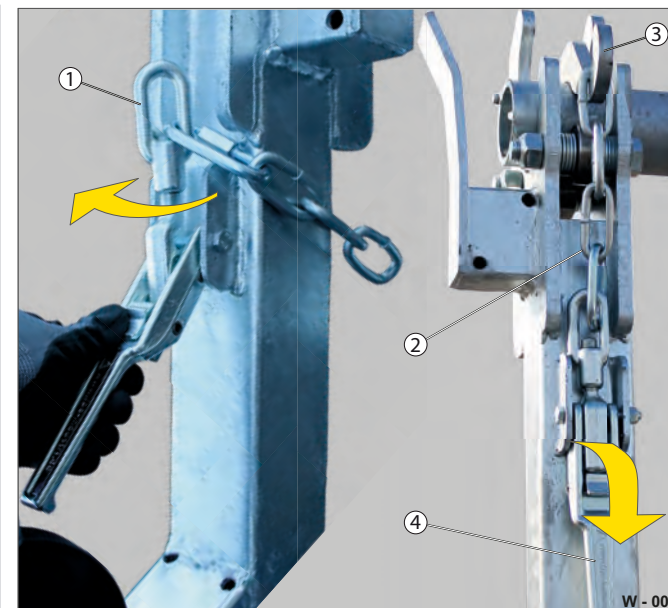

Fig. 8 Indstilling af kædesikring
Krogen (Fig. 8 /3) må ikke klemme transportakslen!
- Drej øjet (Fig. 8 /1) et par gevindomdrejninger ind.
- Luk lukkeanordningen: Håndtaget (Fig. 8 /4) skal være låst.